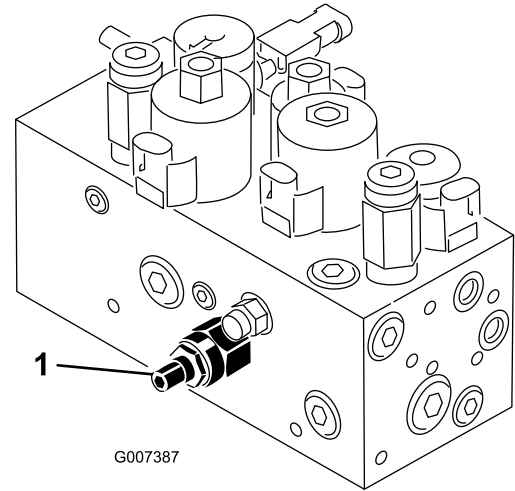

図 58
本機のカッティングユニット昇降回路にはフロー・コントロール・バルブ（図 58）がついています。このバルブは出荷時に約3 回転の開度に調整されていますが、作動油温度、作業速度などにより調整が必要になる場合があります。以下の手順で調整します：
1. 運転席を上げ、センター・プルフレーム用フローコントロールバルブ（図 58）を露出させる。バルブは油圧マニホールドの隣にある。